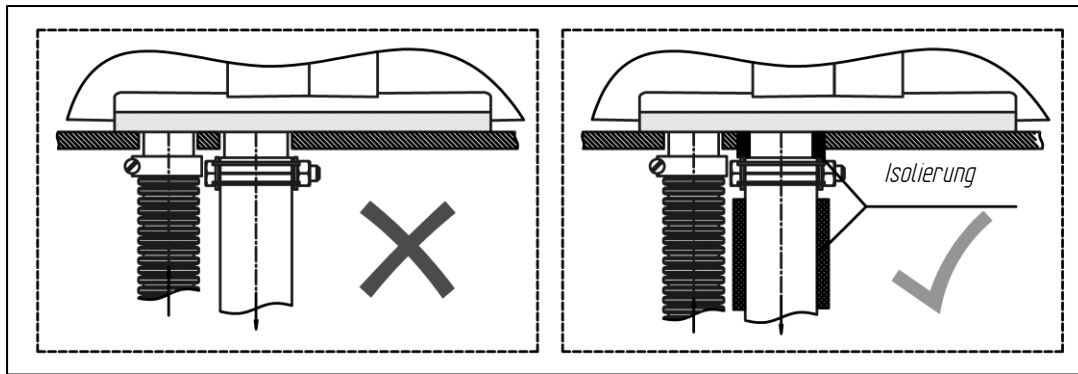

Abb. 12 - Einbau einer zusätzlichen Wärmedämmung
**An Stellen, an denen das Abgasrohr durch den Boden oder die Seitenwand des Fahrzeugs führt (Abb. 12), muss eine zusätzliche Wärmedämmung angebracht werden, um eine unnötige Brandgefahr zu vermeiden.**